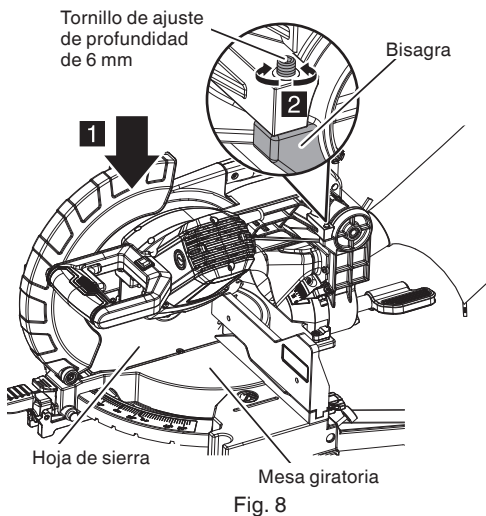

Fig. 8
Para ajustar la posición de límite inferior de la cuchilla de sierra, siga el procedimiento (1) indicado abajo (Fig. 8).